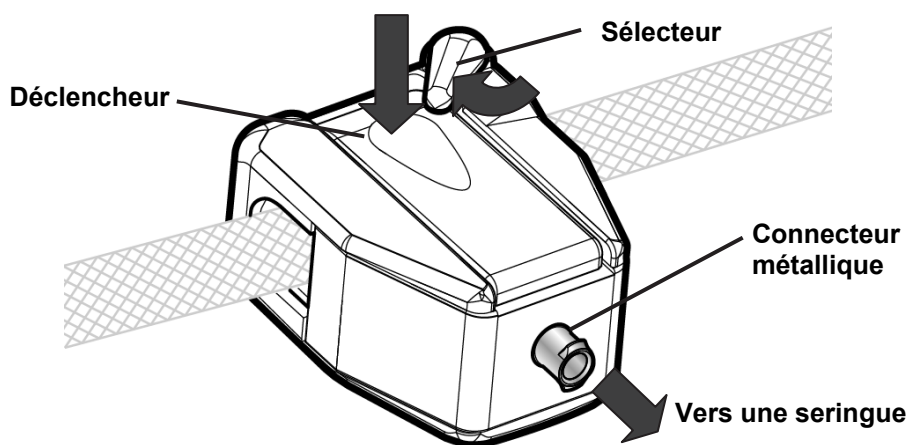

Figure 84 - Prélèvement d'un échantillon de dialysat par le port d'échantillonnage (ouvert)
3. Appuyez sur le déclencheur du port d'échantillonnage et faites pivoter le sélecteur pour verrouiller le port en position ouverte (reportez-vous à la Figure 84). Le dialysat peut maintenant se rendre jusqu'à la seringue par le port d'échantillonnage.